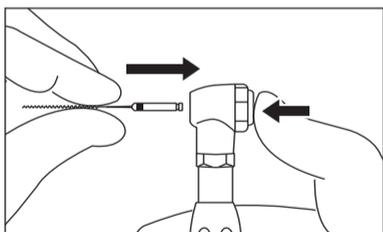

Fig. 1
(1) Montagem
- Para montar a fresa ou o alargador, ao pressionar o botão, alinhe as formas da extremidade posterior da fresa e o orifício do eixo da cabeça, insira a fresa até o final e pare de pressionar o botão. (Fig.1)